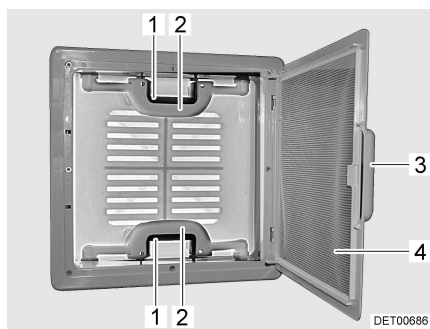

Fig. 31 Claraboya con cierre de resorte
- Tirar del tirador (Fig. 31,3).
- Plegar hacia abajo la protección contra insectos (Fig. 31,4).
- Presionar el cierre de resorte (Fig. 31,1) hacia el lado interior de la claraboya. Presionar simultáneamente hacia arriba la claraboya con el tirador (Fig. 31,2).
- Plegar hacia arriba la protección contra insectos (Fig. 31,4) hasta que engatille.
- Tirar la claraboya enérgicamente hacia abajo por los dos tiradores (Fig. 31,2), hasta que los dos cierres de resorte (Fig. 31,1) hayan engatillado.